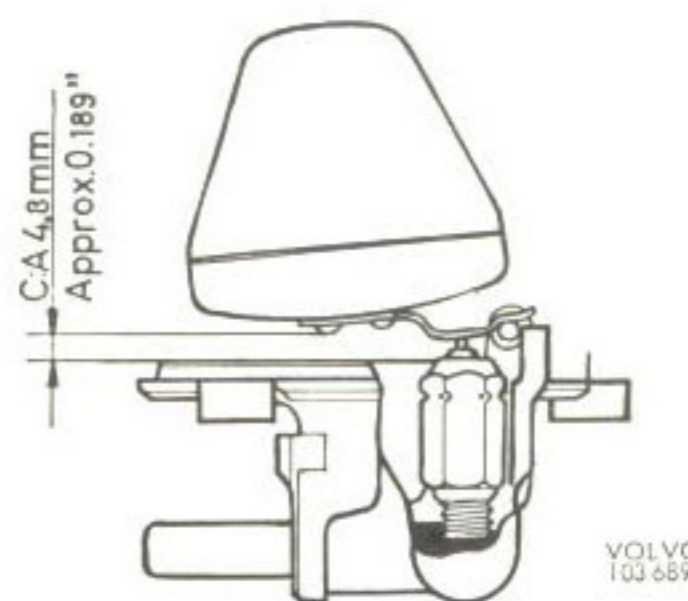

Bild 114. Kontroll av flottörnivå
5. Kontrollera och sätt fast flottörventilen, se bild 114. Montera flottören och locket. Sätt fast flottörhuset och ledningen till munstycket.
Denna förgasare är relativt okänslig för variationer i flottörnivån. Såsom riktvärde för rätt nivå kan flottörens läge kontrolleras enligt mått på bild 114.